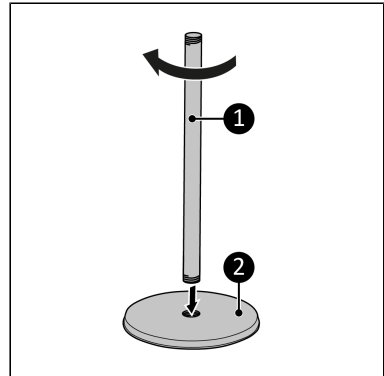

Abbildung 31.
- Schrauben Sie das untere Rohr (Abbildung 31, Pos. 1) auf den Sockel (Abbildung 31, Pos. 2).